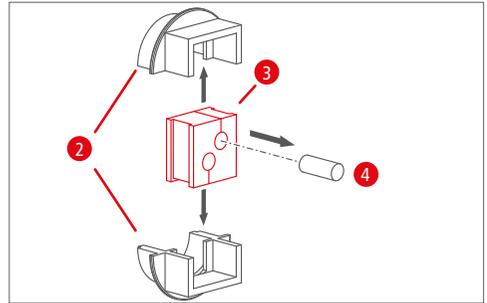

Abb. 4 Kabeldurchführung öffnen
4. Nehmen Sie die äußeren Hülsen (2) der Kabeldurchführung ab (s. Abb. 4)!
5. Teilen Sie unter Zuhilfenahme eines Schraubendrehers die äußeren Hülsen (2) der Kabelverschraubung (s. Abb. 4)!
6. Das Gummi (3) der Kabelführung lässt sich nun herauschieben (s. Abb. 4)!
7. Entnehmen Sie je nach Anzahl der verwendeten Kabel einen oder beide Blindstopfen (4) aus dem Gummi der Kabeldurchführung (s. Abb. 4)!
9. Stecken Sie die Hülsen (2) der Kabeldurchführung wieder auf (s. Abb. 4)!